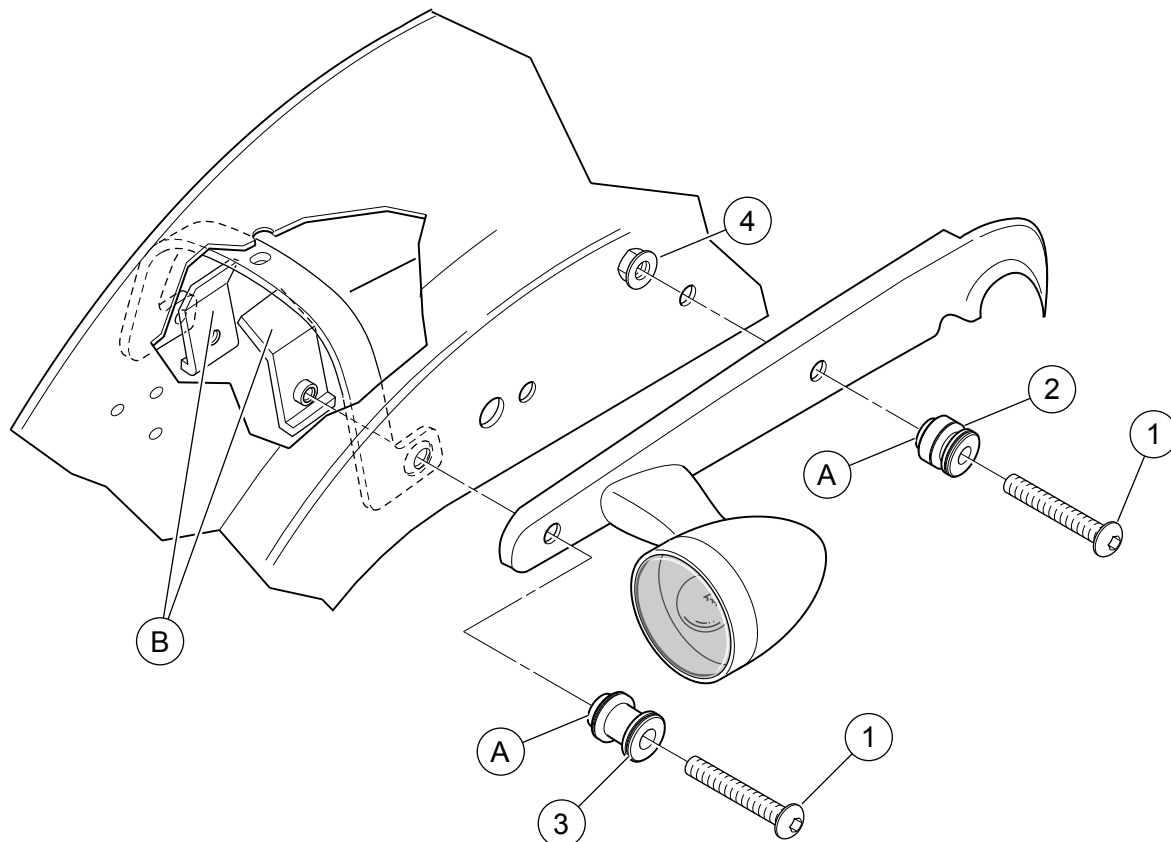

Figura 2. Peças de reposição: ferragens de fixação
Veja a Figura 2 e a Tabela 1.
2. Remova o parafuso (2) e a porca rápida (4) traseiros da tampa do suporte do pára-lama traseiro. Descarte o parafuso, mas guarde a porca rápida.
3. Veja a Figura 2. Pegue um ponto de suporte dianteiro (2), o parafuso (1) e a contraporca (4) do kit. Observe o anel com diâmetro pequeno em uma das extremidades do ponto de suporte. Coloque o ponto de suporte nas roscas do parafuso, com o a extremidade do anel mais distante da cabeça do parafuso. Cubra as roscas do parafuso com algumas gotas de Loctite® 243 (azul). Insira o parafuso no furo do suporte do pára-lama traseiro voltado para frente, instalando o anel no ponto de suporte na direção do furo. Rosqueie uma contraporca no parafuso na parte inferior do pára-lama. Aperte a contraporca com torque de 20 N·m (15 ft-lbs).
4. Pegue um ponto de suporte traseiro (3) e o parafuso (1) do kit, mais a porca rápida removida anteriormente. Observe o anel com diâmetro pequeno em uma das extremidades do ponto de suporte. Coloque o ponto de suporte nas roscas do parafuso, com o a extremidade do anel mais distante da cabeça do parafuso. Cubra as roscas do parafuso com algumas gotas de Loctite 243 (azul). Insira o parafuso no furo mais atrás do suporte do pára-lama traseiro, instalando o anel no ponto de suporte na direção do furo. Instale a porca rápida no parafuso na parte inferior do pára-lama. Aperte o parafuso com torque de 20 N·m (15 ft-lbs).